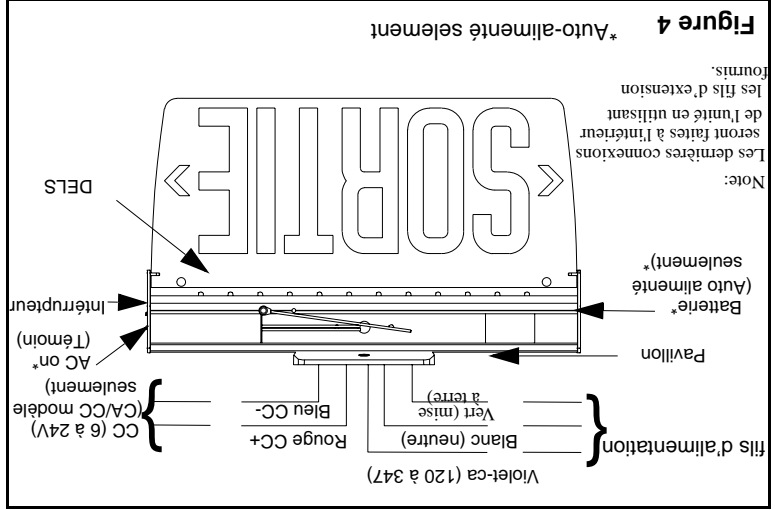
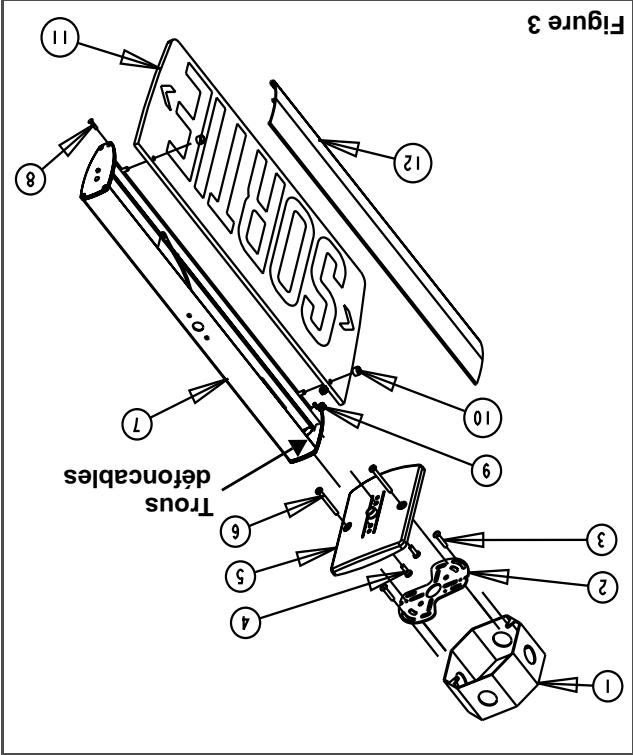

Figure 4 *Auto-alimenté seulement
Figure 3
- a. Prolonger les fils d'alimentation avec les fils d'extension fournis (suivre le câblage électrique sur le figure 4).
- d. Enlever les trous défonçables situés à l'arrière du boîtier à l'aide d'un tournevis. Passer les fils d'alimentation dans le trou du centre et fixer le boîtier au pavillon à l'aide des vis fournies (6)
- a. **Pour le montage en extrémité:** enlever les trous défonçables situés sur le bout de l'unité à l'aide d'un tournevis (voir fig. 3).
- b. Visser le pavillon au boîtier à l'aide des vis courtes (6) et des écrous (9).
- c. Prolonger les fils d'alimentation avec les fils d'extension fournis (suivre le câblage électrique sur le figure 4).
- f. Fixer l'assemblage pavillon/enseigne à la plaque de montage à l'aide des longues vis (6).
6. Effectuer les connexions électriques nécessaires (voir fig. 4). Raccorder le fil violet et le fil blanc (neutre) au service de l'édfice (120 à 347V).
8. Remplacer le couvercle en appuyant et en poussant vers le bas. Fixer le couvercle avec la vis appropriée (8).